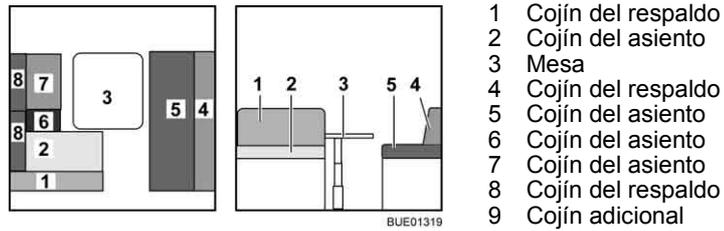

Fig. 139 Antes de la transformación
- Transformar la mesa (Fig. 139,3) en base de cama (véase apartado 6.10).
- Quitar los cojines del respaldo (Fig. 139,1 y 8) y ponerlos a un lado.